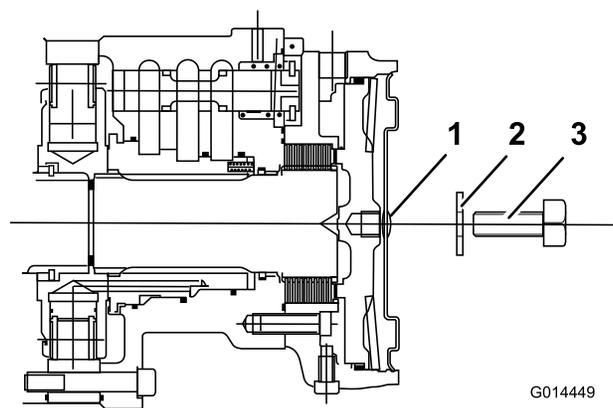

Figura 46
5. Serrate la vite di arresto nel foro filettato del pistone del freno fino a sbloccare il freno (Figura 46).
6. Identificate il gruppo freno a disco anteriore sinistro e ripetete la procedura precedente (Figura 46).